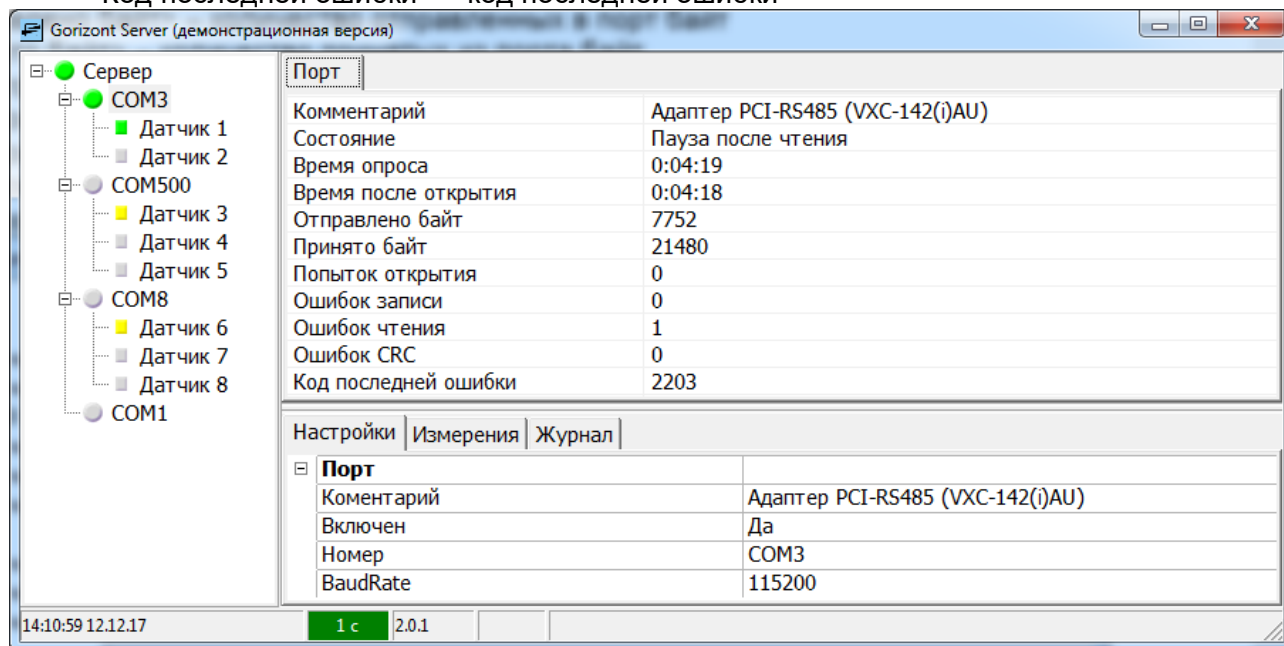

Рисунок 4.3
4.4 Вкладка <Порт> панели показаний и состояний доступна, если на панели дерева выделен элемент <COMXXX>, и отображает состояние выделенного порта (рис. 4.3).
4.7 Вкладка <Настройки> информационной панели отображает информацию об настройках COM-порта, если на панели дерева выделен элемент <COMXXX> (рис.4.3) и содержит следующие записи: